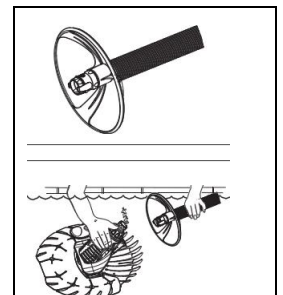

Figure 14
Затем присоедините шланг к отверстию пылесоса. Противовес устанавливается к концу первой секции шланга, когда T5 Duo начинает приподниматься со дна во время работы. (Рис.14,15)
- Проверьте положение поплавка на шланге (рис.14)